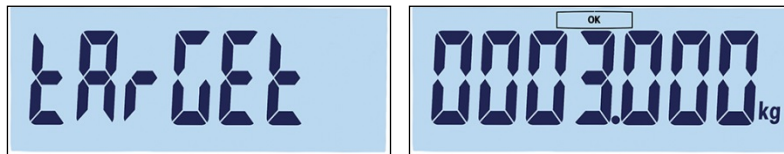

Figure 3-47 : Écrans Étiquette cible et Réglage
- Une fois que le numéro d'enregistrement est confirmé en appuyant sur , l'écran **cible** apparaît brièvement, suivi de l'écran de modification de la cible (Figure 3-47).